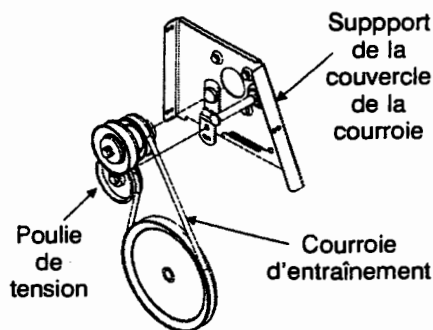

FIGURE 19
- a. Éloignez la poulie de tension de la courroie d'entraînement. Voir la Figure 19.